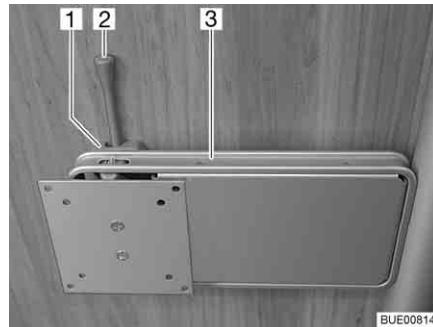

Fig. 48 Support sur colonne
- Pousser le levier de déverrouillage (Fig. 48,2) sur le côté et pivoter le support (Fig. 48,3) et l'écran plat pour les amener en position souhaitée.
- Pivoter l'écran plat en sens inverse, jusqu'à ce que le support (Fig. 48,3) s'enclenche dans le verrouillage (Fig. 48,1).